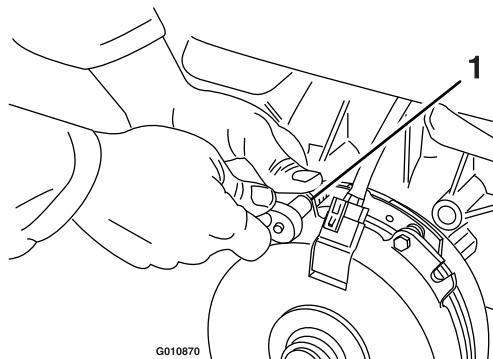

Figure 60
- A. Desserrez les boulons de fixation du frein d'un demi-tour à un tour complet, comme montré à la **Figure 60**.